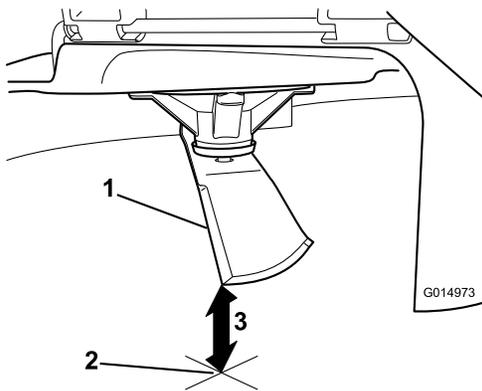

Bild 103
3. Messen Sie von der Messerspitze bis zu ebenen Fläche (Bild 103).